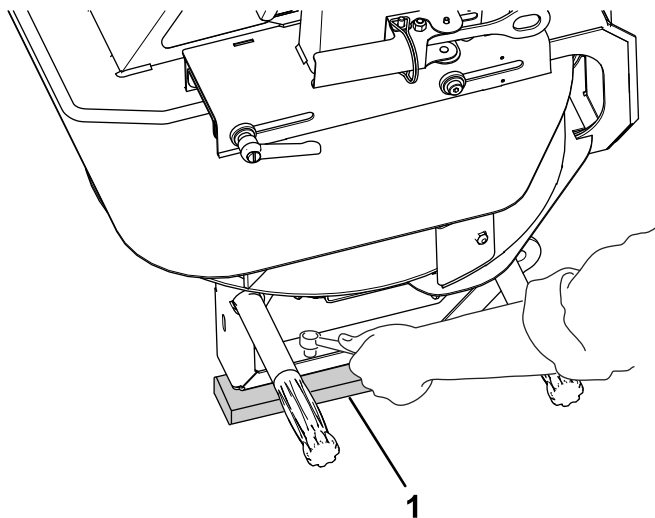

図 6
5. ツインスピナーの脚部からねじ 4 本を取り外す。二人掛かりでツインスピナーを持ち上げ、出荷用のスタッドや保護材を取り除く【図 6】。